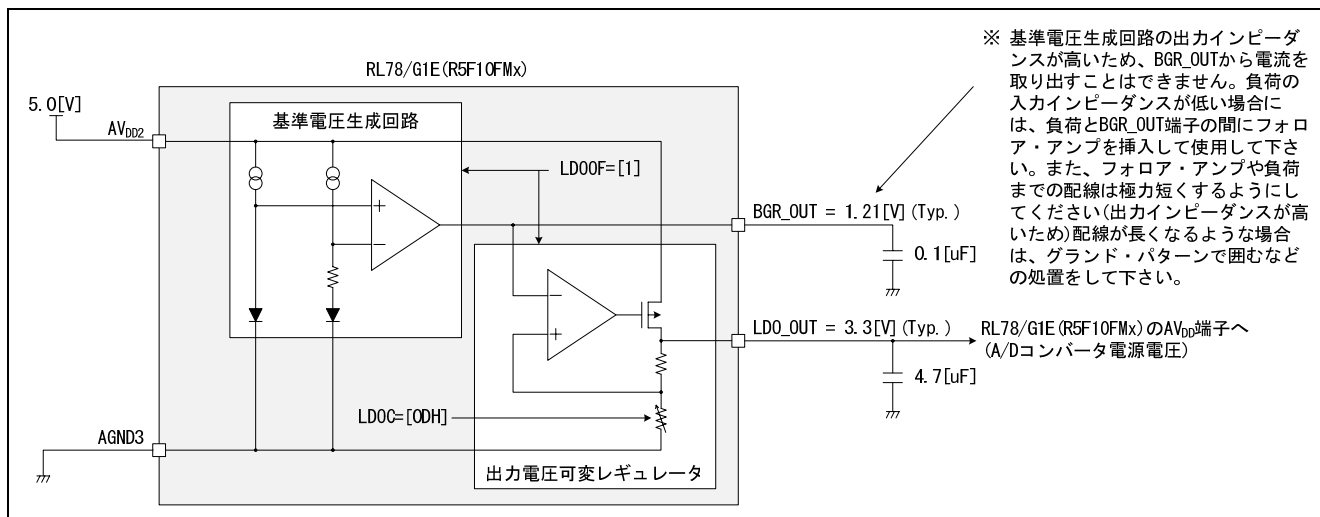

図 6.4 基準電圧生成回路および出力電圧可変レギュレータのブロック図
- ① LDO 出力電圧制御レジスタ (LDOC) を 0DH に設定し、出力電圧可変レギュレータの出力電圧を 3.3V に設定します。
- ② パワー制御レジスタ 2 (PC2) の LDOOF=1 に設定することにより、出力電圧可変レギュレータと基準電圧生成回路の動作が開始します。
- 基準電圧生成回路および出力電圧可変レギュレータのブロック図を図 6.4 に示します。